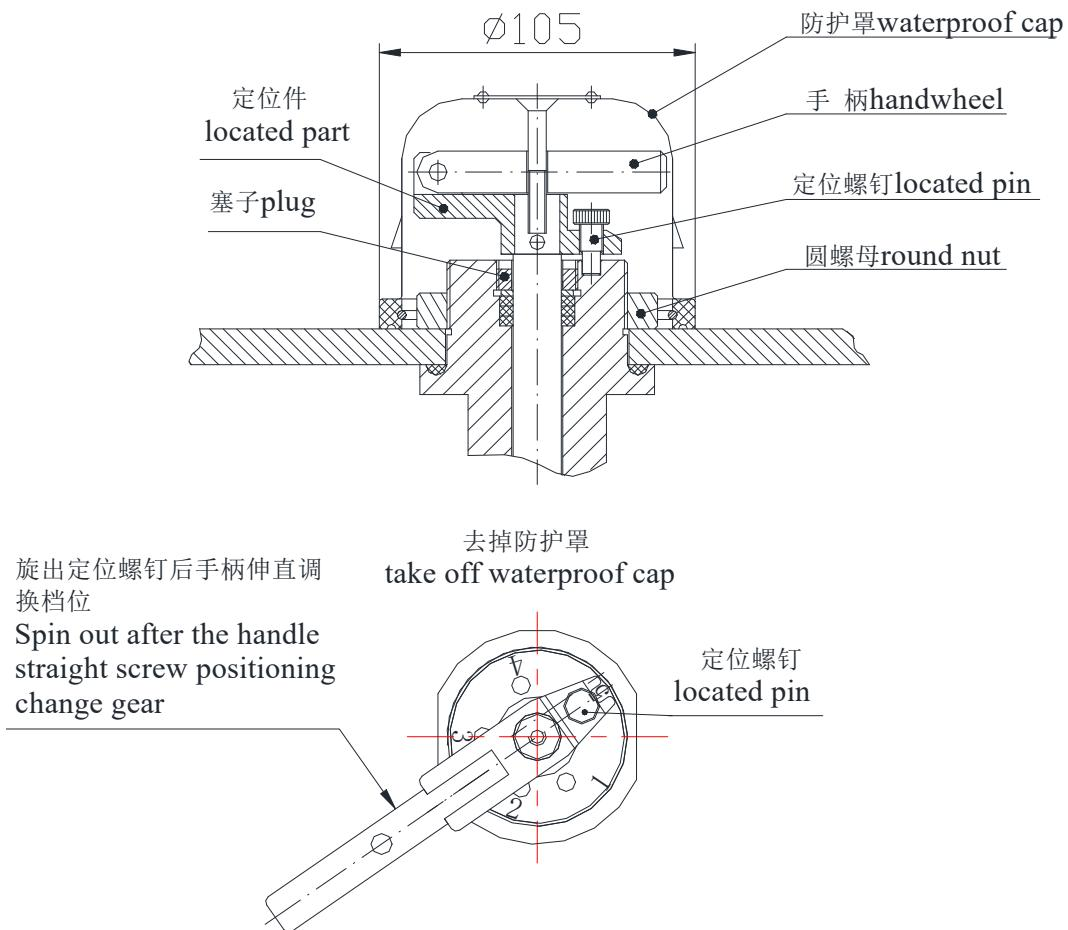

图 2
5.6 分接开关在安装使用前放在 105°C±5°C 烘箱中或与变压器器身一起干燥 24~48 小时进行去潮，干燥后如分接开关沿转轴渗油，请将塞子旋紧即可，如沿变压器箱盖渗油，请将圆螺母旋紧即可。见图 2
如图 2：旋下防护罩，旋下圆螺母，将以上零件放到一起，不要丢失。然后将带有“O”型密封圈的开关从箱盖下面向上伸出，用圆螺母将开关固定在变压器箱盖上，并将开关尾端支板与变压器的焊块用螺栓固定住，注意一定要保证开关的本体与箱盖平行以保证主传动部分的齿轮齿条正确啮合。
7.1 如图 2: 旋下防护罩, 旋出定位螺钉, 伸直手柄, 往返旋转手柄 3~5 个循环, 然后将手柄旋到需要的分接位置上, 再左右微动手柄几次, 将定位螺钉旋入法兰档位定位孔内, 再将上述各件复原, 有条件的最好对其接触情况测量, 以验证其接触可靠性。